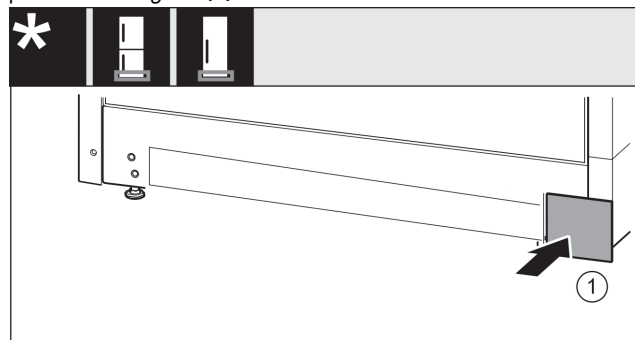

Fig. 17
- ▶ Poggiare nuovamente la copertura sull'altro lato. Fig. 17 (1)